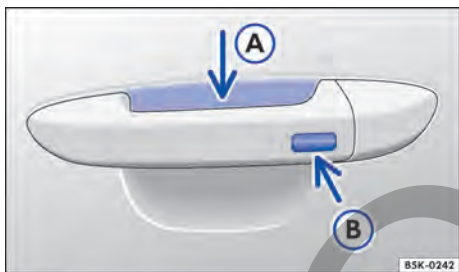

Fig. 51 Keyless Access: superficies del sensor.
- Tocar el sensor → fig. 51 (A) en la parte interna de la manija de la puerta del conductor o de la puerta del acompañante delantero.
- Tocar la superficie del sensor → fig. 51 (B) en la parte externa de la manija de la puerta del conductor o de la puerta del acompañante delantero *una vez*.
- Además, dentro de 5 segundos, toque una vez en el sensor en el exterior de la manija de la puerta → fig. 51 (B).
Para la **apertura de confort** de todos los vidrios eléctricos empujar la manija de la puerta y mantener presionados, al mismo tiempo, el sensor de la parte interior de la manija → fig. 51 (A) y la superficie del sensor (B).
Para el **cierre de confort** de todos los vidrios eléctricos mantenga un dedo durante unos segundos sobre la superficie del sensor → fig. 51 (B) del lado exterior de la manija de la puerta del conductor o del acompañante delantero.
Un fuerte chorro de agua o de vapor puede activar las superficies de los sensores en las manillas si, al mismo tiempo, una llave del vehículo válida está en el área de aproximación. Si al menos un vidrio está abierto y la superficie del sensor → fig. 51  en una manilla de la puerta se activa permanentemente, todos los vidrios se cerrarán. Si el chorro de agua o de vapor se aleja brevemente de la superficie del sensor → fig. 51  de una manilla de la puerta y se vuelve a dirigir hacia ella, posiblemente todos los vidrios se abrirán.